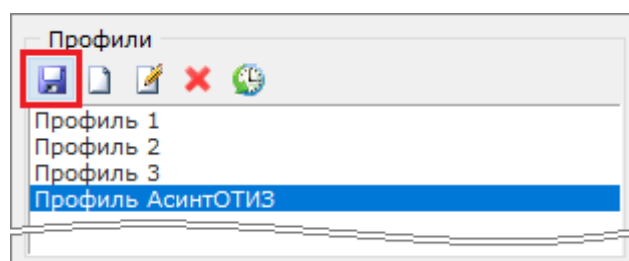

Рисунок 10-228 Сохранение изменений в профиле
- либо нажмите кнопку  «Сохранить профиль» (см. Рисунок 10-228) на панели инструментов области «Профили»;